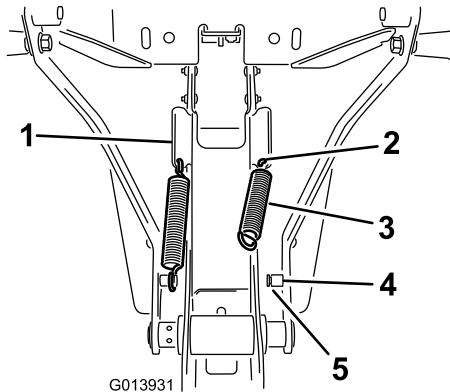

Bild 8
- Setzen Sie die Feder in das Loch im unteren Ende der abgewinkelten Nase an der Seite des Rahmens ein (Bild 8).
2. Haken Sie ein Ende der Feder in das Loch und das andere Ende in der Federstrebe ein (Bild 8).
3. Stellen Sie sicher, dass das Federende ordnungsgemäß in der Kerbe der Strebe sitzt. (Bild 8).